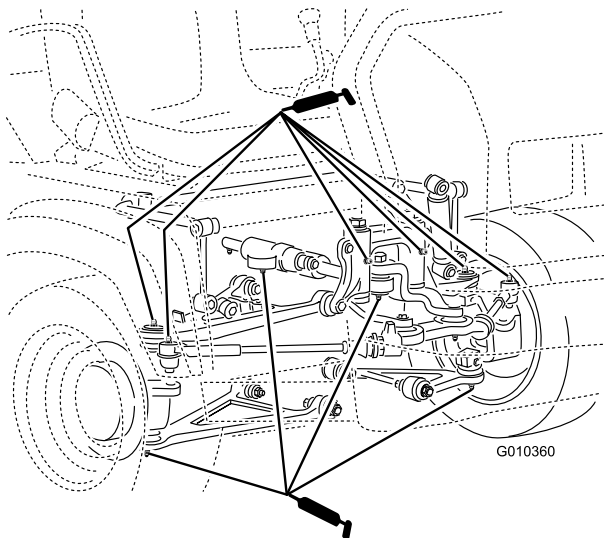

Figura 41
- Articulaciones esféricas (4), bielas (2), pivotes (2) y cilindros de dirección (2) (Figura 41)